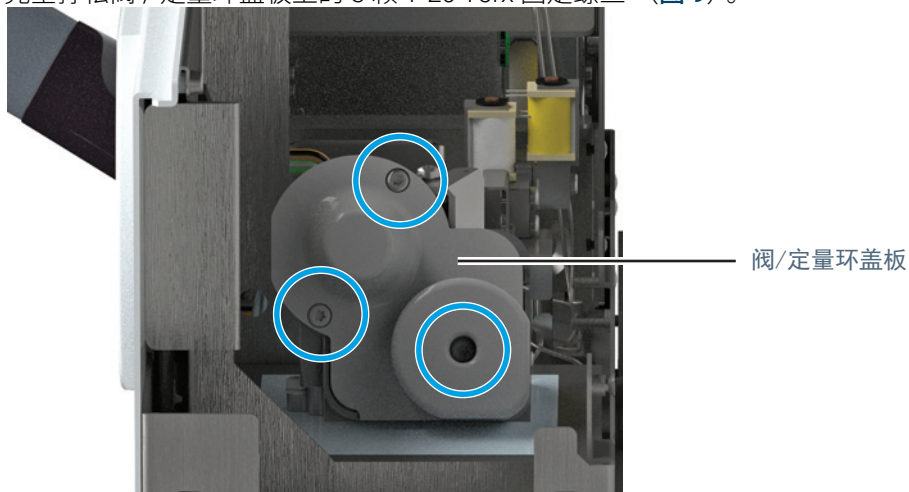

图 9. 阀 / 定量环盖板
- 4 完全拧松阀 / 定量环盖板上的 3 颗 T-20 Torx 固定螺丝（图 9）。